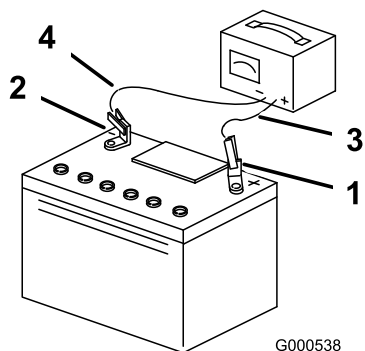

Figure 62
5. Quand la batterie est chargée au maximum, débranchez le chargeur de la prise, et débranchez les fils du chargeur des bornes de la batterie (Figure 62).